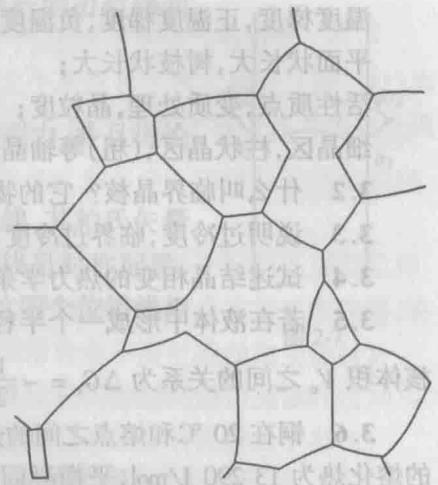

图 3-1 钨的晶粒  $\times 250$
3.13 决定晶粒大小(晶粒度)号码的方法已由 ASTM 标准化,  $N = 2^{n-1}$ 。式中,  $N$  为在面积  $0.0645 \text{ mm}^2$  (在  $\times 100$  时)内所观察到的晶粒数目;  $n$  值即为晶粒大小号码(晶粒度级别)。试决定图 3-1 中,钨的晶粒大小( ASTM G.S. # )。